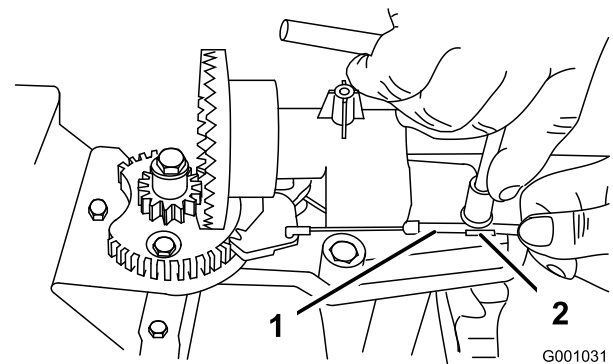
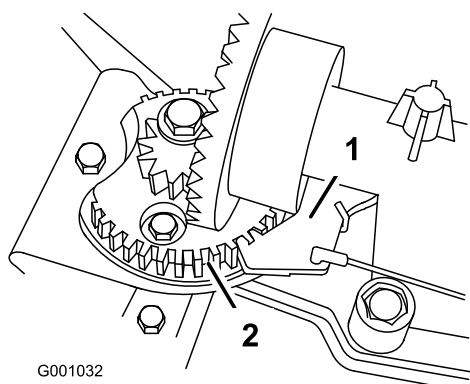

Figure 55
Figure 56
2. Desserrez le boulon du serre-câble (Figure 55).
de l'éjecteur s'engage complètement dans les dents du secteur (Figure 55 et Figure 56).
Remarque: Le cliquet est rappelé par ressort et s'engage naturellement dans les dents du secteur (Figure 56).